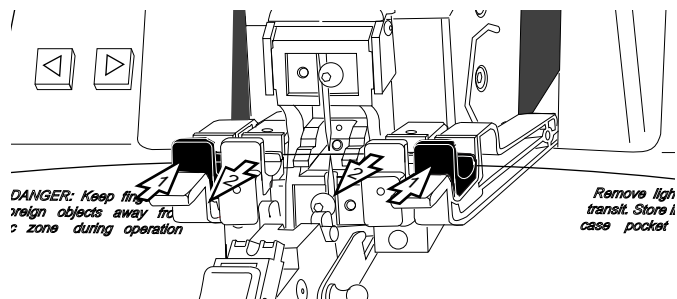

Abbildung 42
- a) Drücken Sie die Transferarmklemmen (Pfeile 1) auf die getrennte Faser. Öffnen Sie anschließend die Faserklemmen (Pfeile 2) (siehe Abb. 42).